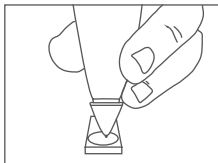

Рис. 1.13
6. Чтобы начать калибровку, аккуратно нажмите кончиком детектора на калибровочный диск перпендикулярно, как показано на **рис. 1.13**. Для достижения устойчивого давления на наконечнике убедитесь, что во время этого процесса кончик детектора полностью вдавлен.